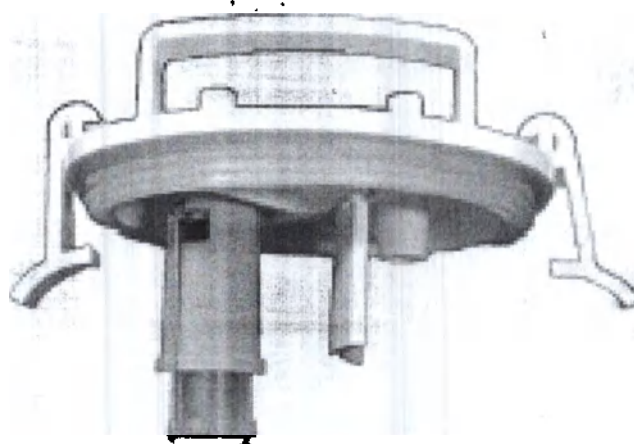

Рис.3 Крышка емкости
- Плотнo закройте крышку емкости, присоедините шланг отсоса к входному отверстию («IN») емкости для секрета (см. рис. 3), и включите прибор, повернув до упора ручку вакуумного регулятора по часовой стрелке.